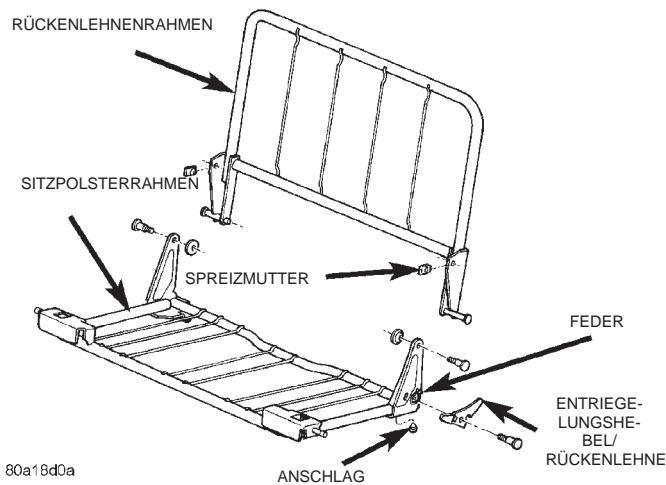

Abb. 5 Rücksitzbauteile
- (1) Rücksitz aus dem Fahrzeug ausbauen.
- (2) Torx-Schrauben lösen, mit denen die Rückenlehne am Sitzpolster befestigt ist (Abb. 5).
- (3) Sitzschiene vom Sitzpolster lösen.